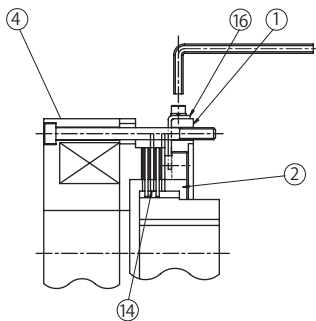

図 8-29
- (1) P70 の手順でブレーキを手動解放します。
- (2) センターリング①外周上にあるストッパー⑯をゆるめ、抜き取ります。ギャップ調整ネジ②がフリーになります。(図 8-29 参照)